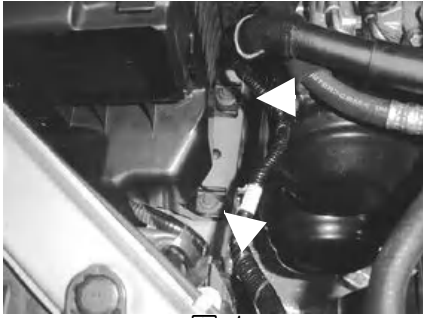

図 1
- ① エアクリナーボックス下部は10mmボルトで2ヶ所固定されています。(図1)